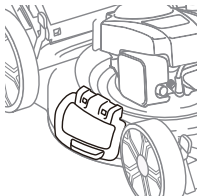

Fig. 11
2. Cierra la puerta del mantillo. El cortacésped está listo para el mantillo. (Fig.11)